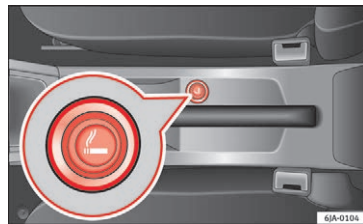

Fig. 150 Midterkonsol: lighter
Lighteren er placeret i midterkonsollen foran » Fig. 150.
- Tryk lighterenes knap ind » Fig. 150.